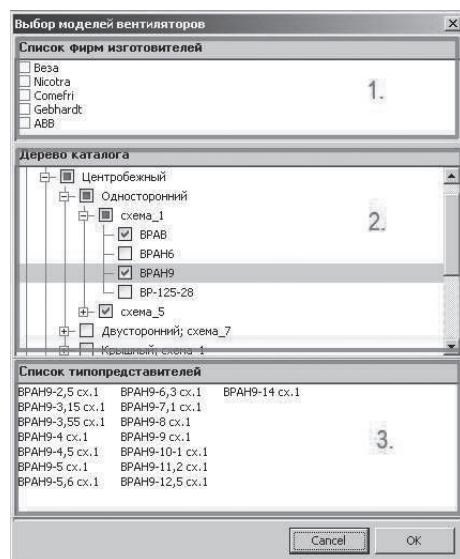

Рис. 3
Номенклатурная панель диалогового окна имеет два режима работы: выбор одного или нескольких типов вентиляторов и выбор одного типопредставителя. В режиме множественного выбора (Рис.3) все уровни дерева типов вентиляторов (2) содержат элементы группового и индивидуального выбора, что позволяет легко выбрать или исключить из выбора номенклатурные ветви или конкретные типы вентиляторов. В этом режиме список типопредставителей (3) несет лишь справочную функцию и во вводе данных не участвует.
На первом этапе ввода данных необходимо указать вид решаемой задачи, типы вентиляторов для прямой задачи или типопредставителя для обратной, параметры, определяющие плотность перемещаемой среды (высота расположения и температура), наличие сети на выходе, требуемые параметры в рабочей точке (сопротивление сети и расход воздуха), для вентиляторов с непосредственным приводом от двигателя можно выбрать частотное регулирование двигателя, в отсутствие регулирования нужно указать допустимую положительную погрешность подбора. Для ввода типов вентиляторов вызывается **дополнительное диалоговое окно с номенклатурной панелью** (Рис.3,4). При вводе требуемых параметров рабочей точки следует указывать значение сопротивления сети, соответствующее заданной плотности воздуха. Приведение параметров к нормальным атмосферным условиям программа выполняет самостоятельно.